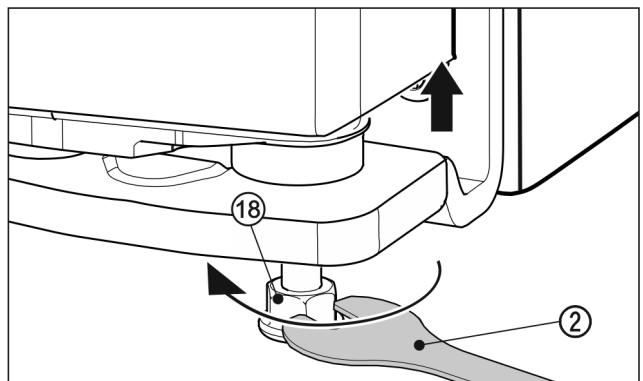

Fig. 26
- ▶ Pre nadvihnutie dverí vytočte nastaviteľnú nohu Fig. 26 (18) smerom doprava pomocou priloženého vidlicového kľúča Fig. 26 (2) po kontakt na podlahe. Potom otáčajte ďalej po prestavenie dverí vo výške. Pri expedícii je ložiskový čap celkom zatočený.